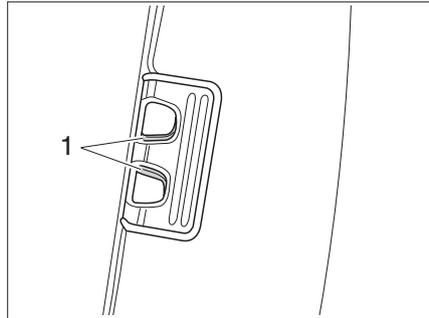

Fig. 3 Dispositif occultant plissé, verrouillage
- Presser ensemble le verrouillage (Fig. 3,1) et le soulever légèrement.